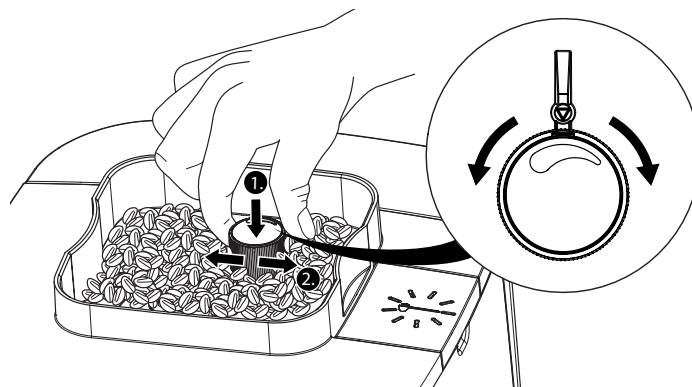

Fig. 8: Régler le degré de finesse de la mouture
5. Réglez alors le degré de mouture des grains sur le régulateur du degré de mouture. Pour cela, poussez le régulateur du degré de mouture vers le bas et tournez-le (Fig. 8)